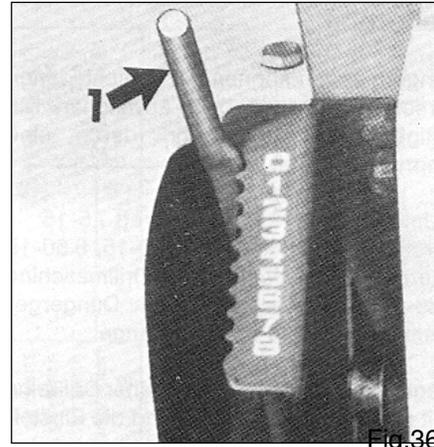

Fig.36
1. **Botola (Fig.36):** Non è possibile regolare la quantità di concime per mezzo della leva della botola.